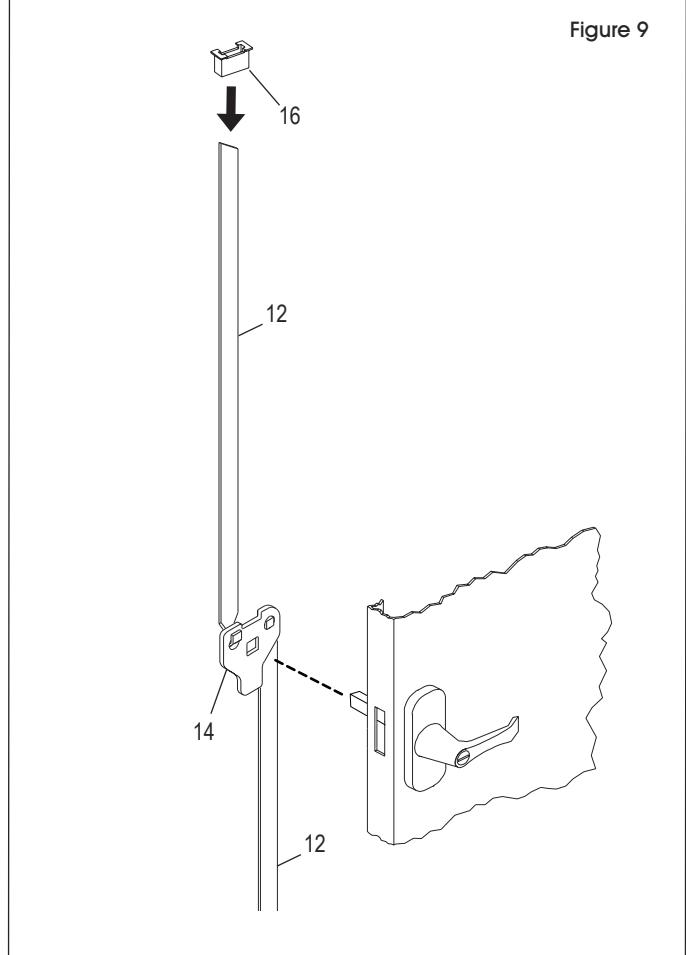

Figure 9
2. Tournez la poignée en position ouverte (parallèle au sol) et accrochez les barres de verrouillage (12) à la came de verrouillage (14). (Voir Figure 9)
3. Avec la poignée toujours en position ouverte, placez la came de verrouillage (14) sur la tige carrée de la poignée de porte. La came de verrouillage doit être orientée vers le bas, comme illustré. (Voir Figure 9)
4. Maintenez les barres de verrouillage en position tout en faisant glisser les guides de barre de verrouillage (16) sur les extrémités des barres de verrouillage et à travers les fentes dans la porte. (Voir Figure 9)